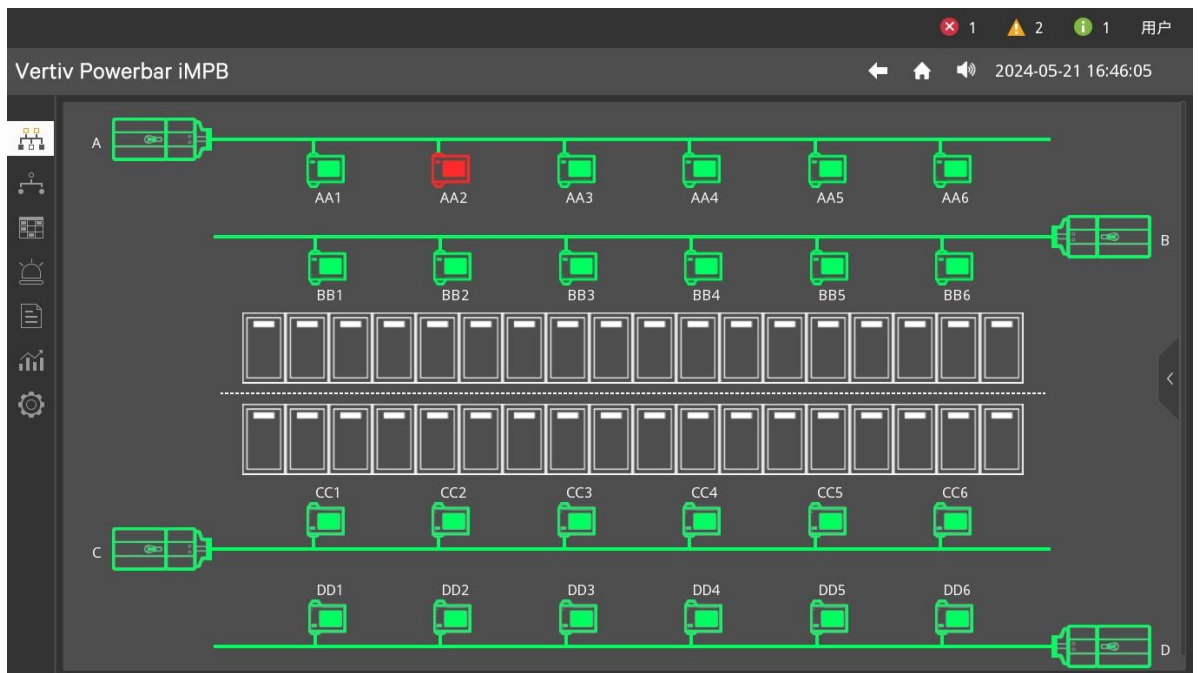

图3-3 单线图页面
1. 当系统上电且启动完毕后，单击单线图图标，进入 iMPB 的单线图页面，如图 3-3 所示。